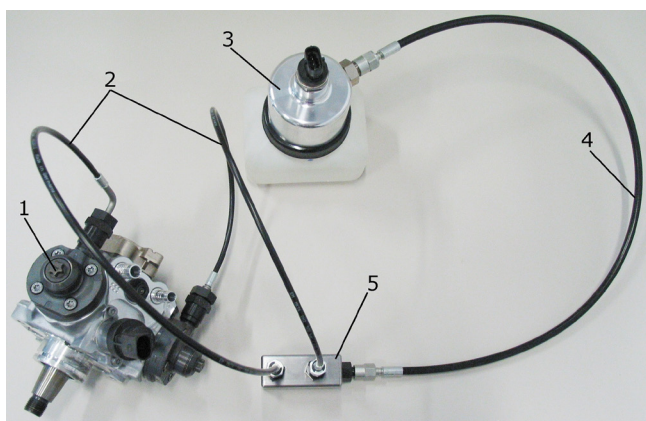

Abb. 14: Tilslutningseksempel på Common-Rail-tilslutningspumpe CP 4.2
1. Højtryktilslutninger på CP 4.2 (fig. 14, pos. 1) og på samlerails (fig. 14, pos. 5) forbindes med sorte 60 MPa-slanget (fig. 14, pos. 2) og med ved hjælp af passende tilslutningsadapter, vinkel, møtrik og trykring (venstregevind).
3. Tilslut samlerail (fig. 14, pos. 5) vha. en sort 60 MPa-slange (fig. 14, pos. 4 på manometermodul (fig. 14, pos. 3).
5. Tilslut 180 MPa-slangeledningen på manometeret (fig. 14, pos. 5).